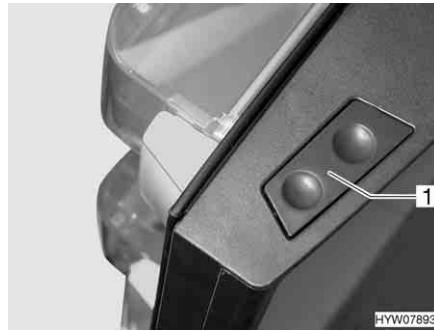

Fig. 186 Tasto di sblocco (porta del frigorifero, serie Dometic 8)
**Apertura:** ■ Premere il tasto di sblocco (Fig. 186,1) e aprire la porta del frigorifero.